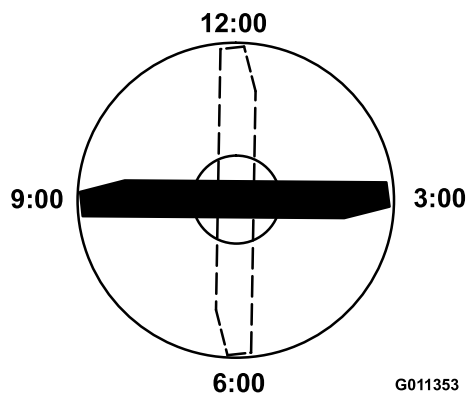

Figura 83
4. Coloque el filo de corte del extremo marcado de la cuchilla en la posición de las 12 (hacia adelante, en el sentido de la siega) (Figura 83) y mida la altura desde la mesa hasta el filo de corte de la cuchilla.
5. Gire el extremo marcado de la cuchilla a las posiciones de las 3 y de las 9 (Figura 83) y mida las alturas.